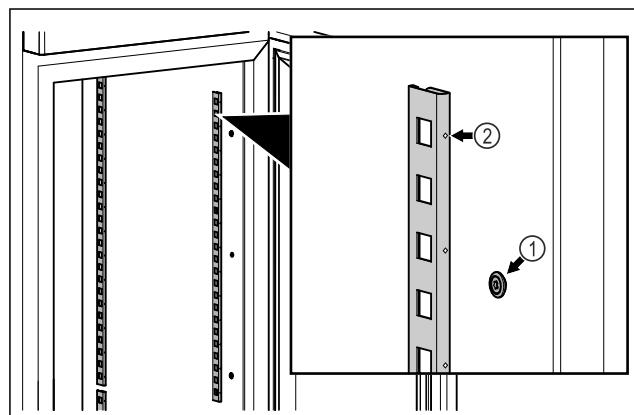

Fig. 15 Primjer izgleda
► Zakvačite letvice u ovjes Fig. 15 (1). Oznaka Fig. 15 (2) mora biti okrenuta prema naprijed.